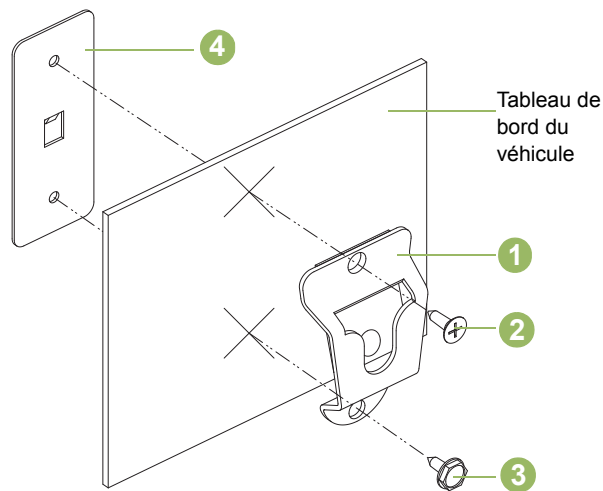

Figure 4.2 : Installation du support de montage
Reportez-vous à la Figure 4.2 ci-dessous et fixez la pince de fixation (1) au véhicule à l'aide des deux vis autotaraudeuses et de la plaque de soutien fournies. Placez la plaque de soutien (4) derrière le tableau de bord. Utilisez une vis à tête plate (2) dans le trou de montage du haut et une vis à tête hexagonale à embase (3) dans le trou de montage du bas. Assurez-vous que les vis de montage sont bien fixées dans les trous de la plaque de soutien.